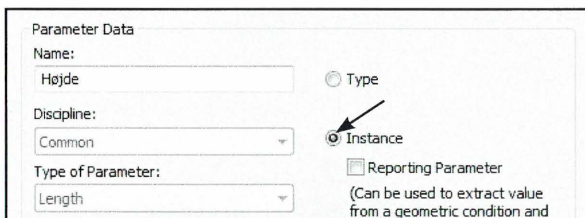

Fig. 06.35. Lav parameteren om til Instance.
- Sæt mærke i *Instance* (Fig. 06.35) og tryk OK.